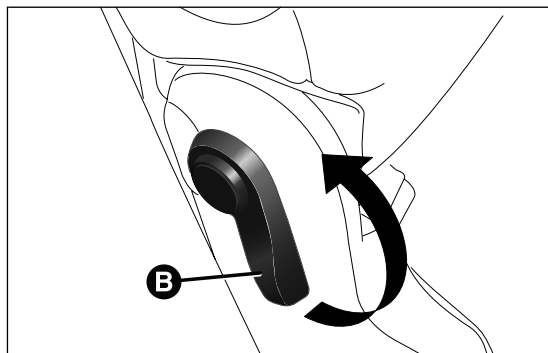
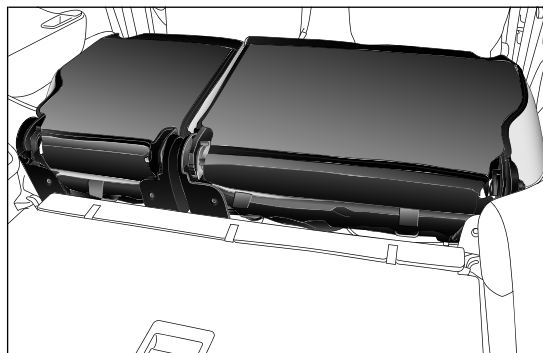

fig. 88
fig. 89
- ❑ levantar la palanca B fig. 88 para abatir el respaldo (ver fig. 89).
Para volver a colocar el respaldo en su posición normal, levantar la palanca B fig. 88 y, a continuación, levantar el respaldo.
Para volver a colocar el respaldo en su posición normal, levantar la palanca B fig. 88 y, a continuación, levantar el respaldo hasta alcanzar la posición de enganche vertical.